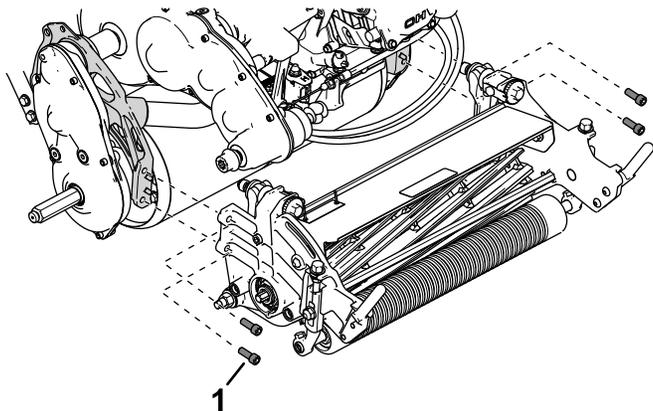

Figura 46
- Utilice 4 tornillos allen para fijar la unidad de corte en el bastidor (Figura 46).